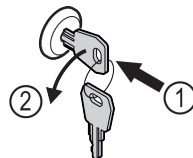

Fig. 170
- ▶ Zatlačte kľúč. Fig. 170 (1)
- ▶ Otočte kľúč o 90° v protismere hodinových ručičiek. Fig. 170 (2)